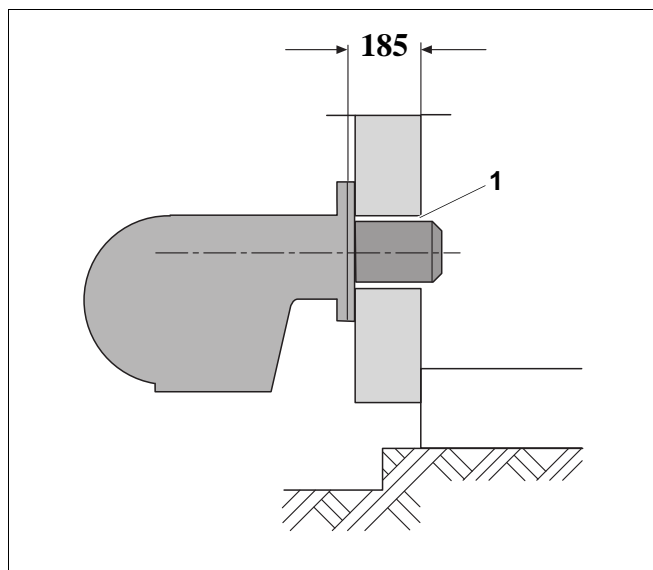

Рис. 27 Уплотнение зазора (размер в мм)
- Заказчик должен загерметизировать зазор между трубой горелки и теплоизоляцией (рис. 27, поз. 1)!